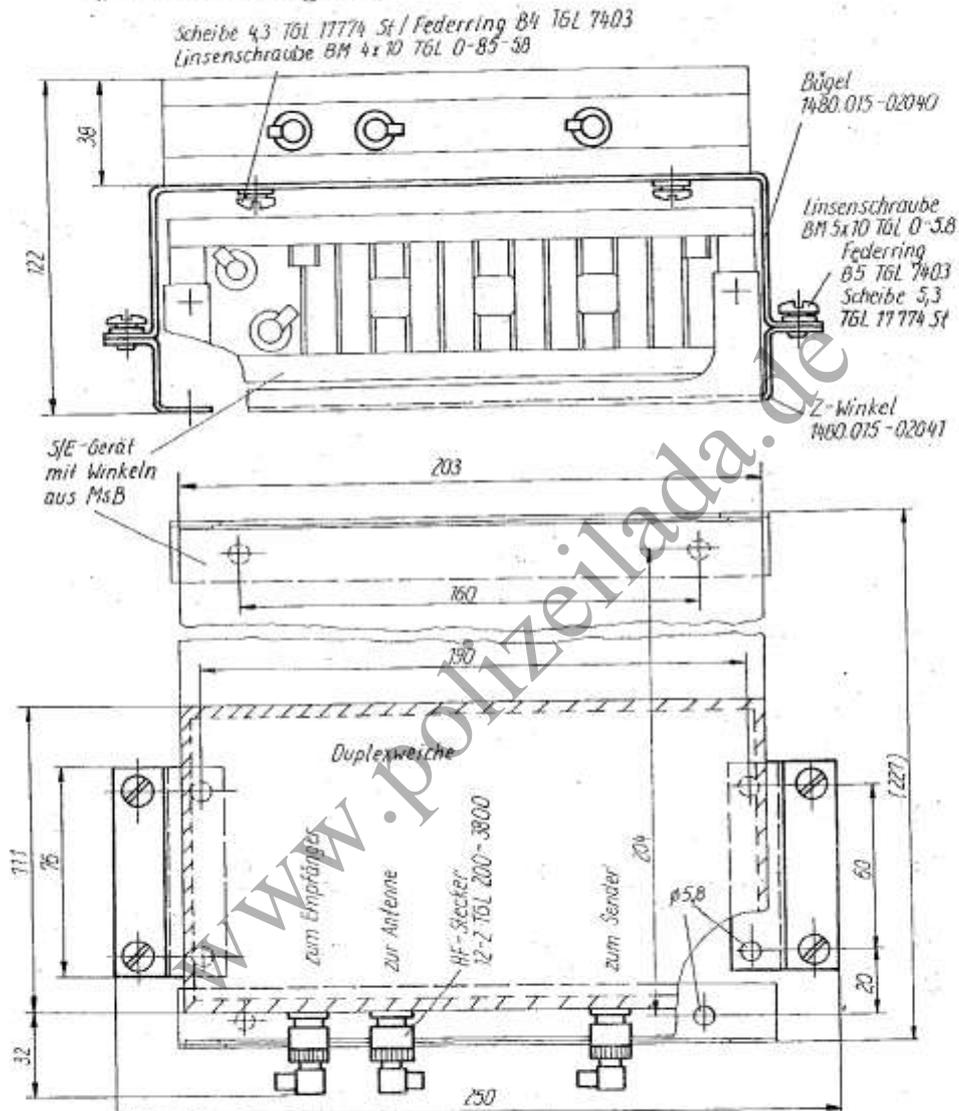

Bild 14: Duplexweiche über dem Sende-Empfangsgerät montiert
1. Die Duplexweiche wird über dem Sende-Empfangsgerät montiert. (Bild 14)